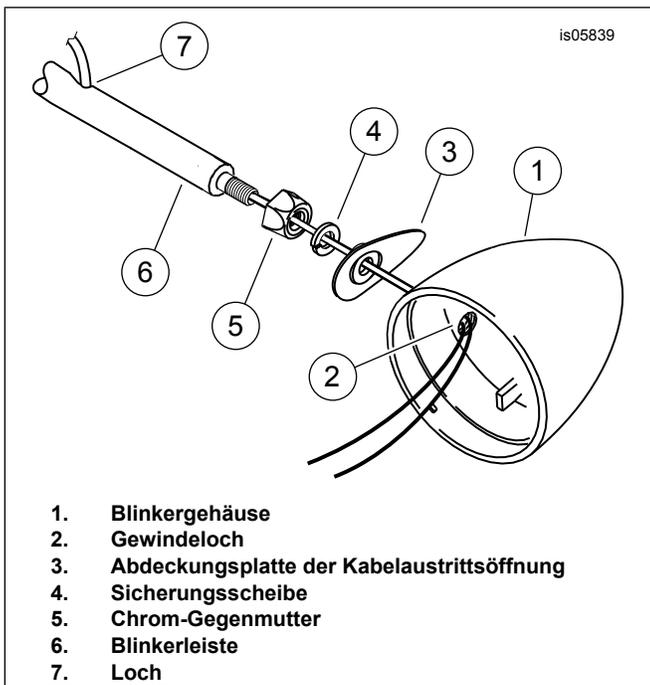

Abbildung 5. Blinkerleiste
1. Siehe Abbildung 5. Die Chrom-Gegenmuttern (5) auf den Enden der Blinkerleiste (6) mit der angesenkten Seite der Mutter in Richtung Leiste anbringen.
- a. In das Blinkergehäuse (1) und durch das **Gewindeloch** (2).
- b. Durch die Abdeckungsplatte der Kabelaustrittsöffnung (3).
- c. Durch die **neue** Sicherungsscheibe (4).
- e. Aus dem Loch (7) kurz vor dem Ende der Leiste.